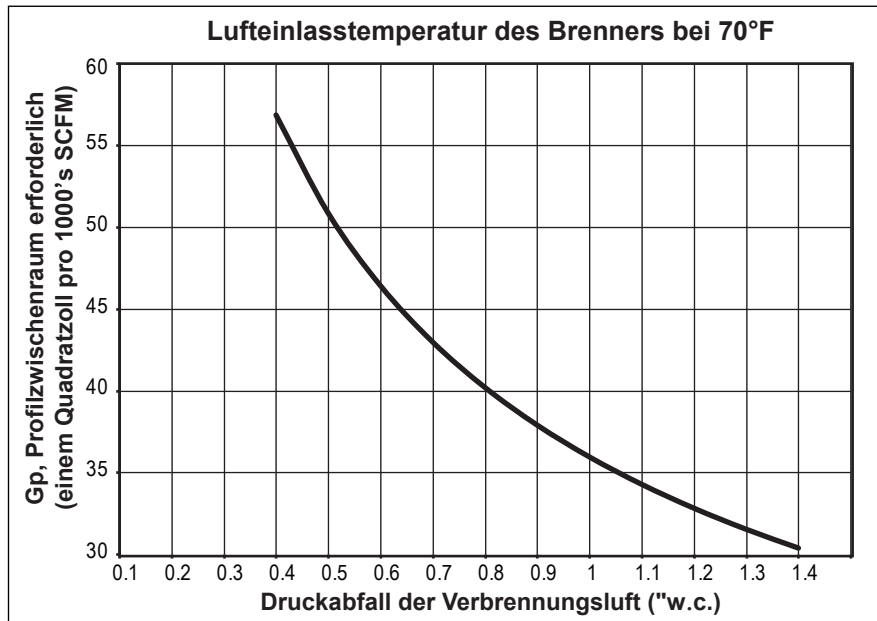

Abbildung 3.3 Profilzwischenraum, vs. Luftdruckunterbrechung
3. G_p = Erforderlicher Profilzwischenraum pro Durchfluss aus Abbildung 3.3; siehe Tabelle 3.4 für Korrekturen bei höheren oder niedrigeren Brennerlufteinlasstemperaturen.
Aus Abbildung 3.3: $G_p = 43$